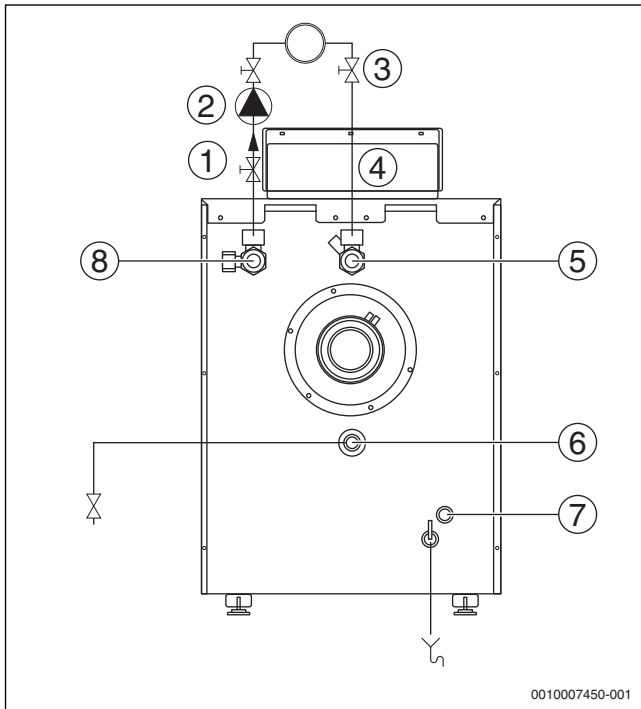

Bild 14 Anschlussschema Hydraulik
- Ausdehnungsgefäß (AG) zur Anlagendruckhaltung im Rücklauf vor der Pumpe bauseits installieren (→ Bild 14, Seite 14).